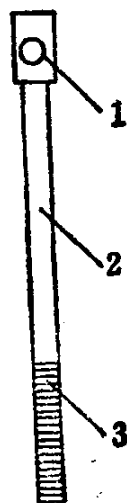

图5 拉杆
(1) 拉杆: 拉杆如图 5 所示, 由U型轴槽、杆体(包括螺纹杆)、以及轴销组成。